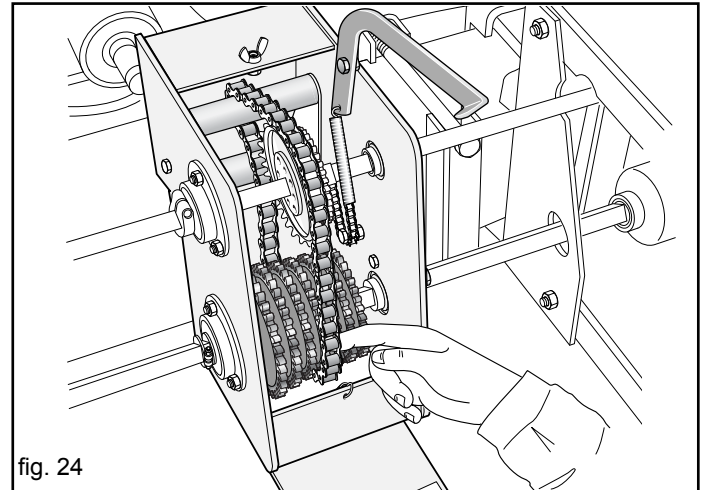

fig. 24
- Coloque la cadena en los engranajes y alinéelos (Fig. 24).